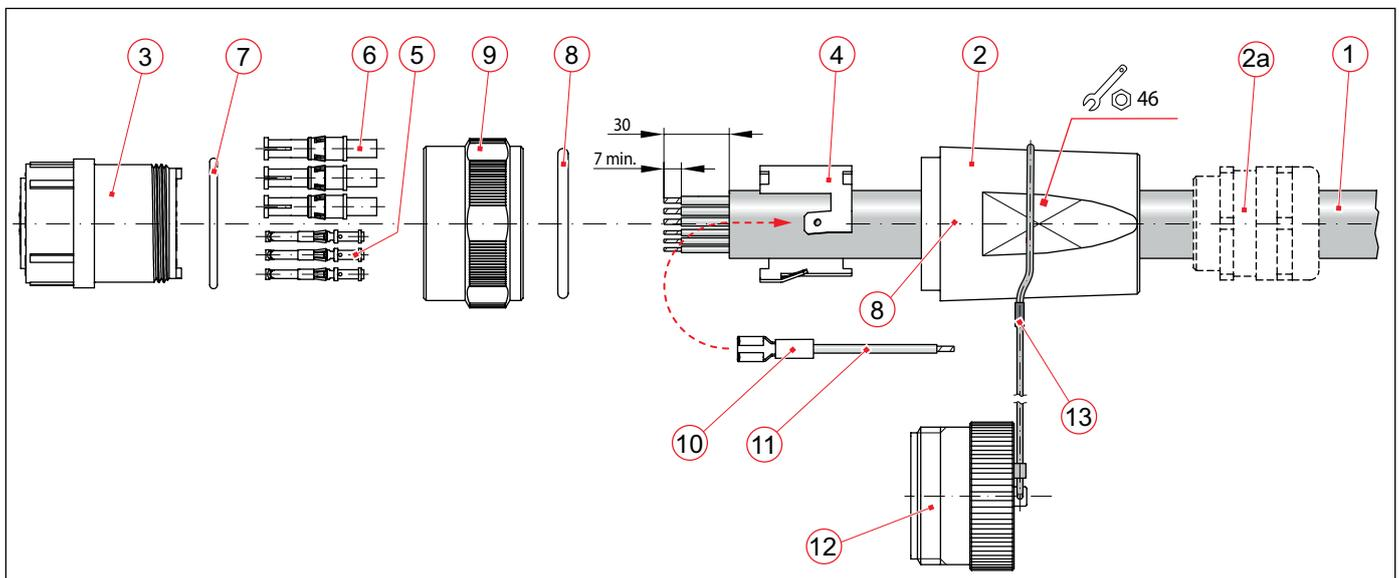

Abb. 9: Beispiel für die Montage von Kabelsteckern (GA ST)
Montage Kabelstecker (siehe Abb. 9)
- ▶ O-Ring (8) in Verschlussring (9) einsetzen und auf Kabel (1) aufschieben.
- ▶ O-Ring (7) in Kontakteinsatz (3) einsetzen
- ▶ Kabel (1) ca. 30 mm von der Ummantlung befreien und Litzen mindestens 7 mm abisolieren.
- ▶ PE-Litze (6 mm²) von Kabel (1) und Erdungskabel (11) (4 mm²) zusammen in Buchsenkontakt (10 mm²) ancrimpen. Dabei sicherstellen, dass keine Einzeldrähte abstehen.
- ▶ Litzen an Steuerkontakte (5) und Leistungskontakte (6) mit der Crimpzange CWZ-600-1 ancrimpen. Dabei sicherstellen, dass keine Einzeldrähte abstehen
- ▶ Kontakteinsatz (3) mit den Kontakten (5) und (6) bestücken. Dabei jeden einzelnen Kontakt auf Anschlag in den Kontakteinsatz einschieben, bis der Kontakt hörbar einrastet.
- ▶ Endgehäuse (2) über den Kontakteinsatz (3) schieben und verschrauben. Drehmoment: 15 Nm
- ▶ Kabelverschraubung/Zugentlastung (2a) mit Endgehäuse (2) verschrauben. Drehmoment für die Zugentlastung gemäß Herstellerangaben der Zugentlastung.
Befestigung der Verschlusskappe (12) mit Schlaufe (siehe Abb. 9)
- ▶ Die beiliegende Hülse (13) auf das lose Ende der Schnur auffädeln.
- ▶ Die Schnur an der Verjüngung um das Endgehäuse (2) legen und eine Schlaufe bilden (siehe Abb. 9).
- ▶ Das lose Ende der Schnur durch die Hülse (13) schieben und die Hülse mit einer Flachzange so verquetschen, dass die Schlaufe gespannt ist und nicht nach vorne vom Stecker herunterrutschen kann.
- ▶ Verschlusskappe (12) auf den Stecker aufsetzen und Verschlussring (9) handfest zuschrauben.